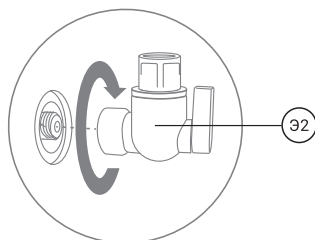

Рис. 22
4. Накрутите на резьбовой штуцер бака вентиль (Э2) до плотного прилегания к уплотнительной прокладке у основания (рис. 22), не прилагая чрезмерное усилие. Уплотнение резьбы не требуется.